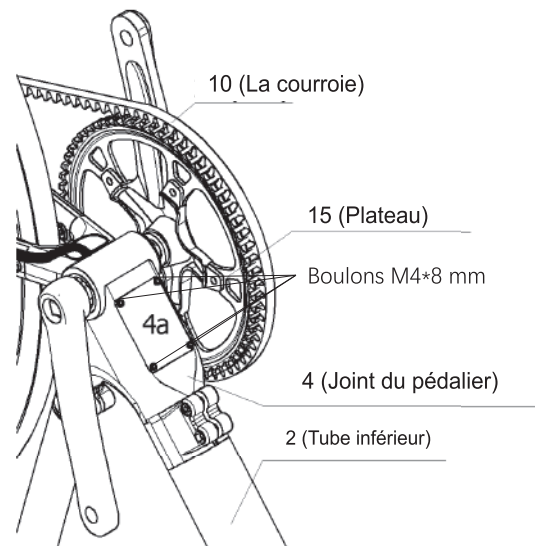

Figure 37-2.
d. Utilisez une clé Allen de 3 mm pour fixer le couvercle 4a sur la pièce 4 avec quatre boulons M4*8 mm, comme illustré à la Figure 37-2.